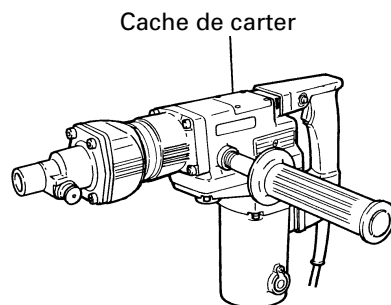

Fig. 18
- (1) Enlever le couvercle du carter et essuyer la graisse à l'intérieur. (Fig. 18)
- (2) Appliquer 0.7 oz (20 g) de graisse pour marteau électrique HITACHI A (en tube) au carter.